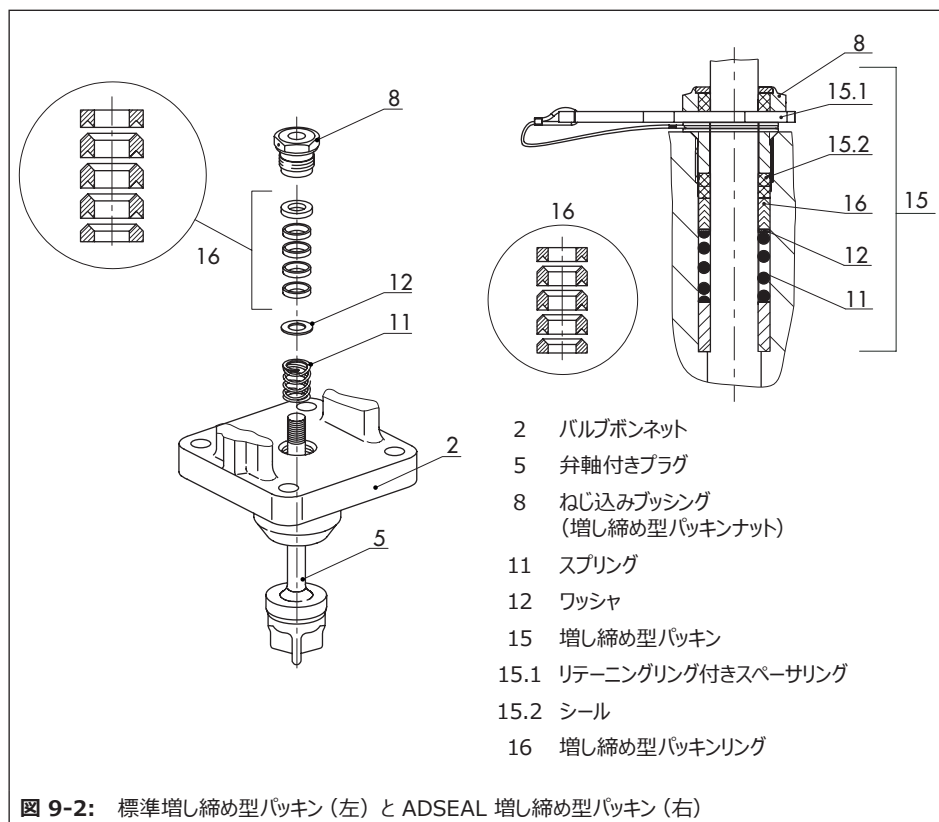

図 9-2: 標準増し締め型パッキン (左) と ADSEAL 増し締め型パッキン (右)
11. 適切な工具を用いて、弁軸の上方の増し締め型パッキンの部品をパッキンルーム内にスライドさせます。適切な手順に従ってください (図 9-2 をご覧ください)。
12. プラグ (5) をシート (4) にしっかりと押し込みます。フランジ (2) をボディナット (14) で留めます。ナットを十文字の順に徐々に締めます。締め付けトルクを順守してください。
13. ねじ込みブッシング (8) をねじ込んでしっかりと留めます。締め付けトルクを順守してください。
14. ロックナット (10) と軸コネクタ (9) を弁軸にねじで軽く留めます。
- － スプリング (11)
- － ワッシャ (12)
- － 増し締め型パッキンリング (16)
4. 赤いスペーサリング (15.1) をねじ込みブッシング (8) とリテーニングリングの間に挿入します。図 9-2 をご覧ください。
9. 適切な工具を用いて、弁軸拡張の上側の増し締め型パッキンの部品をパッキンルーム内にスライドさせます。適切な手順に従ってください (図 9-2 をご覧ください)。
10. バルブボンネットをナット (33) とボルト (32) で留めます。締め付けトルクを順守してください。
11. ねじ込みブッシング (8) をねじ込んでしっかり留めます。締め付けトルクを順守してください。
12. ロックナット (10) と軸コネクタ (9) を弁軸にねじで軽く留めます。
- 適切な工具を用いて、弁軸の上方の増し締め型パッキンの部品をパッキンルーム内にスライドさせます。適切な手順に従ってください(図 9-2 をご覧ください)。
- プラグ (5) をシート (4) にしっかりと押し込みます。フランジ (2) をボディナット (14) で留めます。ナットを十文字の順に徐々に締めます。締め付けトルクを順守してください。
- ねじ込みブッシング (8) をねじ込んでしっかり留めます。締め付けトルクを順守してください。
- ロックナット (10) と軸コネクタ (9) を弁軸にねじで軽く留めます。
- シート (4) をねじで留めます。締め付けトルクを順守してください。
- アセンブリブライヤを使ってプラグと弁軸 (5) を動かないように保持します。弁軸拡張 (25) を適切な工具を用いて外し、延長体 (21) から取り外します。
- 適切な潤滑剤を増し締め型パッキンの全部品と新しいプラグ (5) の弁軸の終端に塗布します。増し締め型パッキンも交換することを推奨します。9.4.2 の章の b) 節をご覧ください。
- 軸コネクタナット (9) とロックナット (10) を弁軸拡張 (25) から外します。
- ねじ込みブッシング (8) を外します。